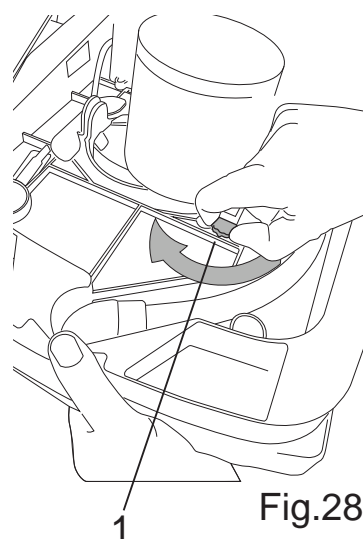

Fig.28
Die Antriebskraft kann über den Drehregler (Abb.28, Pkt.1) angepasst werden, der in einen grünen und einen gelben Bereich unterteilt ist:
- Schieben Sie mit einer Hand die Bürste/den Motor nach oben und stellen Sie mit der anderen Hand den Regler (Abb.28, Pkt.1) auf die gewünschte Position.